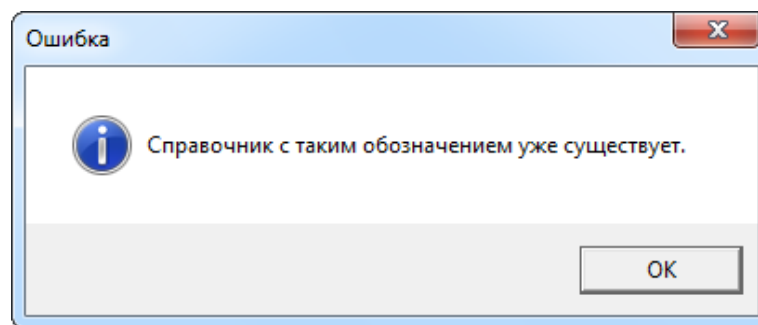

Рис. 13-11 – Сообщение об ошибке при создании справочника
3) Обозначение справочника должно быть уникальным по справочнику опционов. В противном случае появится сообщение об ошибке (рис. 13-11).